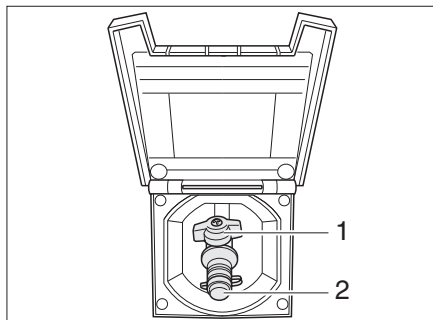

Bild 228 Extern gasanslutning, gasavstängningsventilen stängd
Den externa gasanslutningen (Bild 228) befinner sig på höger fordonssida. I undantagsfall befinner sig den externa gasanslutningen även på vänster fordonssida eller baktill.
- Anslut den externa gasapparaten till anslutningar (Bild 228,2).
- Öppna gasavstängningsventilen (Bild 228,1).